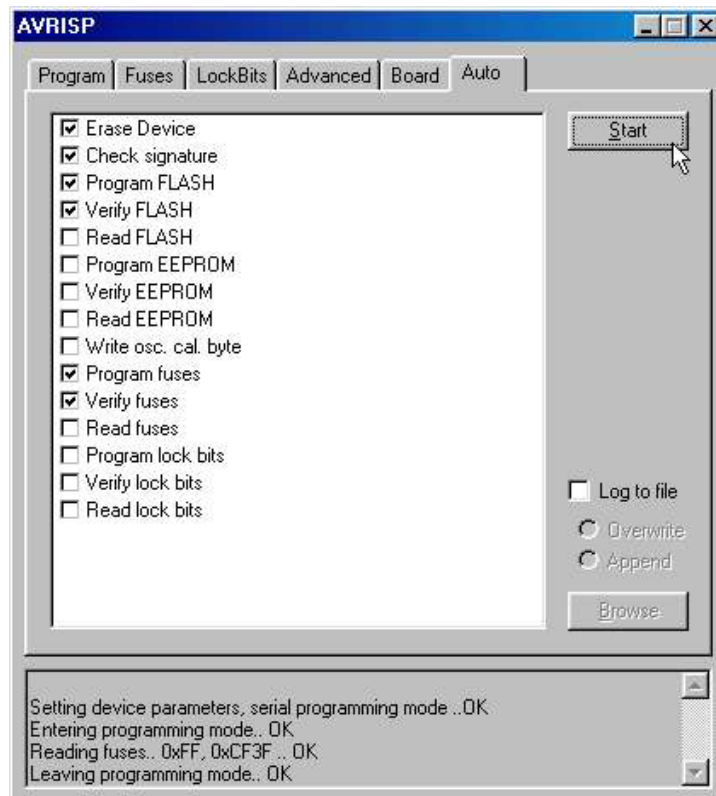

FIGURA B-10: CONFIGURAZIONE AVR ISP
- D7) Configurare il programmatore per effettuare la verifica dell'ID, cancellare il dispositivo e riprogrammare con verifica la FLASH e i bit di configurazione, come in figura B-10.